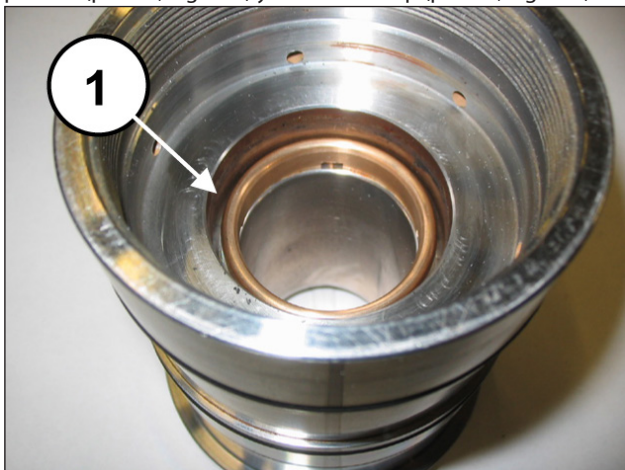
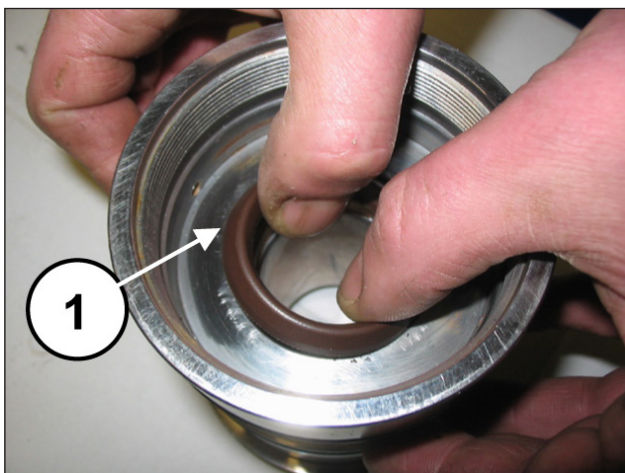

Fig. 150
Fig. 151
Montar la anilla del cuello (pos. ①, Fig. 150), la junta de alta presión (pos. ①, Fig. 151) y la anilla restop (pos. ①, Fig. 152).